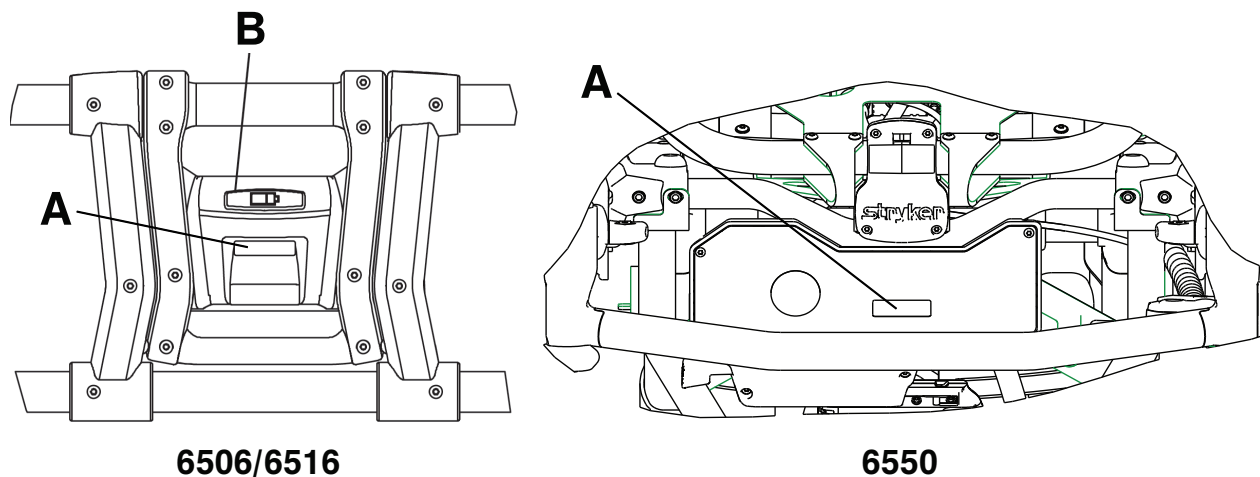

Рисунок 12 – Проверка счетчика часов (A), дисплея ошибок (A) и состояния батареи (B)
Пользуйтесь счетчиком часов (A) (Рисунок 12) для определения сроков профилактического обслуживания. Пользуйтесь дисплеем ошибок для поиска и устранения неисправностей. При возникновении ошибки код ошибки отображается вместо показаний счетчика часов.